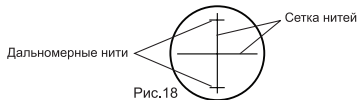

Рис.18
1) Наведите на рейку и посчитайте количество сантиметровых делений  $\varphi$  между двумя дальномерными нитями. (Рис.18)